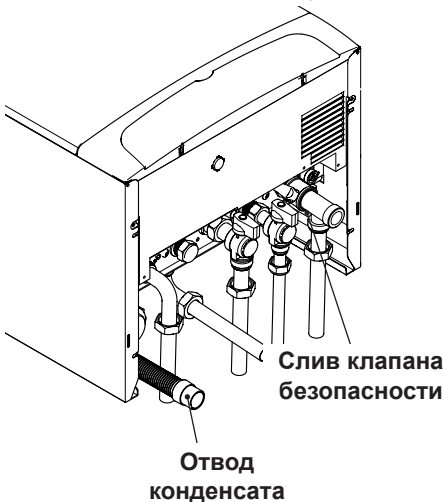

Рисунок 5.4
- Подсоедините предохранительный клапан к сливной воронке, Рисунок 5.4.
- Вставьте гибкий трубопровод слива конденсата Рисунок 5.4 в домашний трубопровод для отвода конденсата или в сливную воронку предохранительного клапана, если слив пригоден для поступления кислотного конденсата.